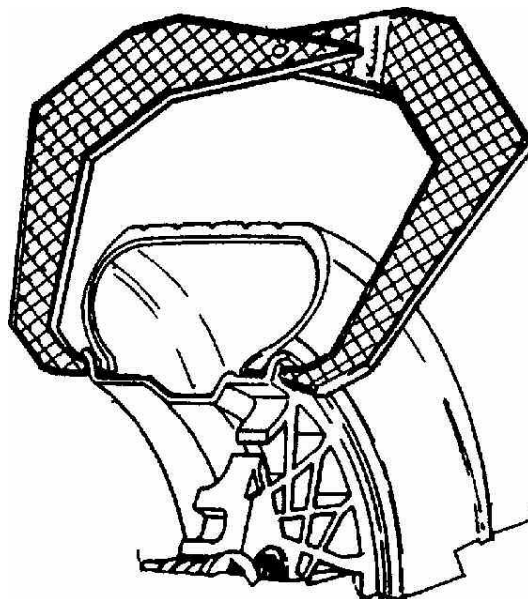

Figure 22
4.5.2. Mesure de la largeur de jante avec le pied à coulisse. Mesurer la roue où la masse d'équilibrage à agrafe doit être posée (fig. 22). Inscrire la valeur relevée en tournant le bouton de commande largeur/déport jusqu'à ce que la valeur souhaitée soit affichée.